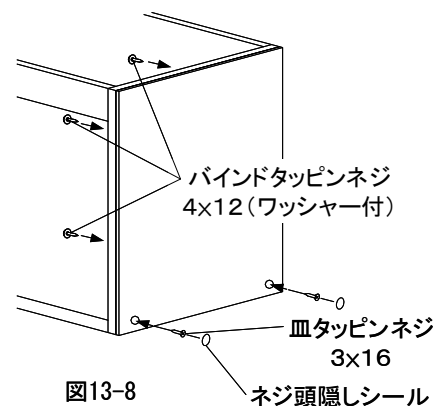

図13-8
- ⑧ 両面テープ位置をエンドカバーの上からよく押さえつけてしっかり貼付けてください。
- ⑨ 皿タッピンネジにエンドカバーに合った色のネジ頭隠しシールを貼付けてください。(図13-8)